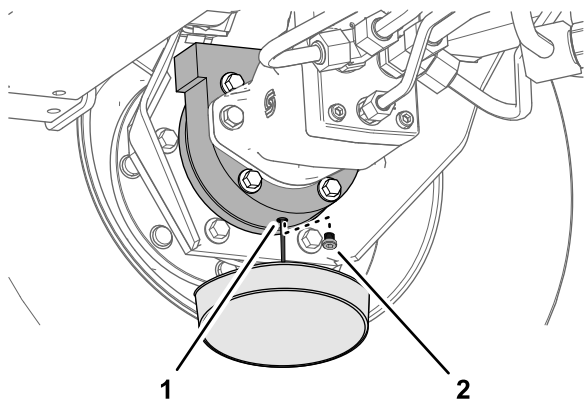

图 69
- 将放油盘放在制动器箱下面取出排油塞让油完全排出图 69。